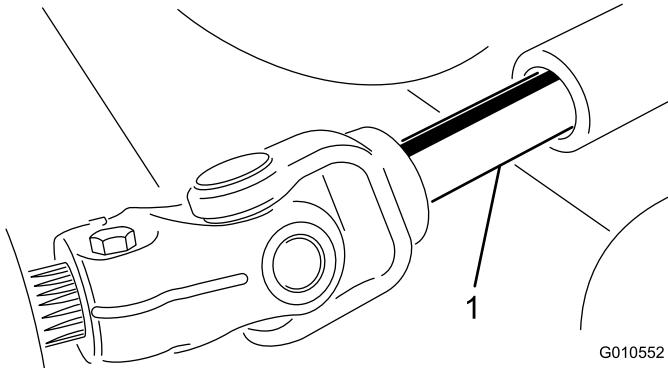

Figura 17
- Pare el motor y separe la unidad de corte de la unidad de tracción y el bastidor de tiro, separando las secciones macho y hembra del árbol de la toma de fuerza (Figura 17).